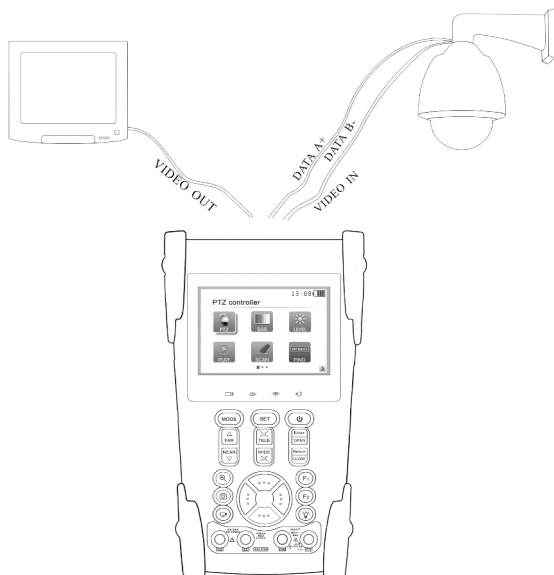

Рис.4 Подключение к CCTV-тестеру PTZ-камеры и монитора.
2. К видеовыходу CCTV-тестера "VIDEO OUT" подключается монитор, передатчики видеосигнала или другое оконечное оборудование (Рис.4). CCTV-тестер генерирует видеосигнал.
3. Подключите PTZ-камеру к разъёму тестера «RS485» (Рис.4).